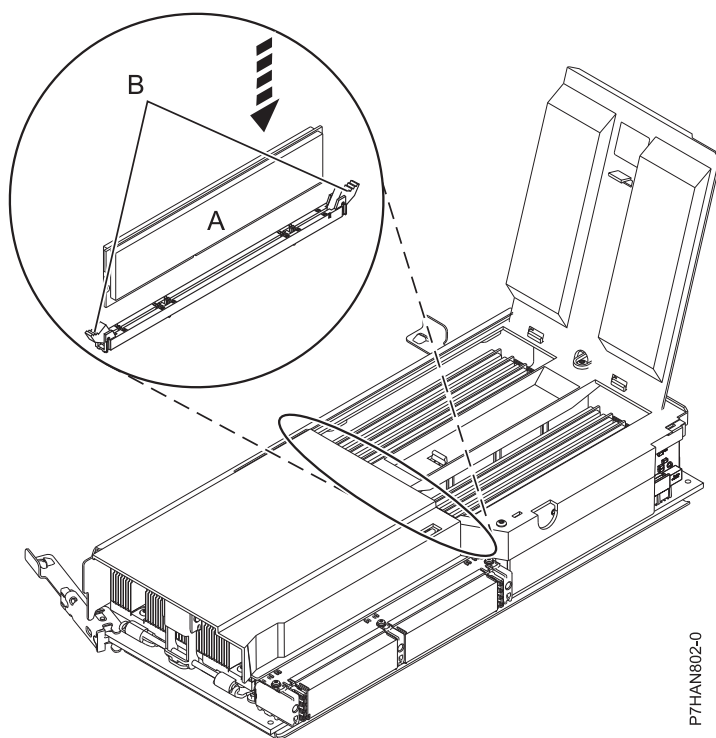

図2. メモリー・モジュールの取り替え
12. 新規のメモリー・モジュールを取り付ける前に、図2に示すように、コネクタ・ロッキング・タブ **(B)** がロック解除の位置に押し開かれていることを確認します。